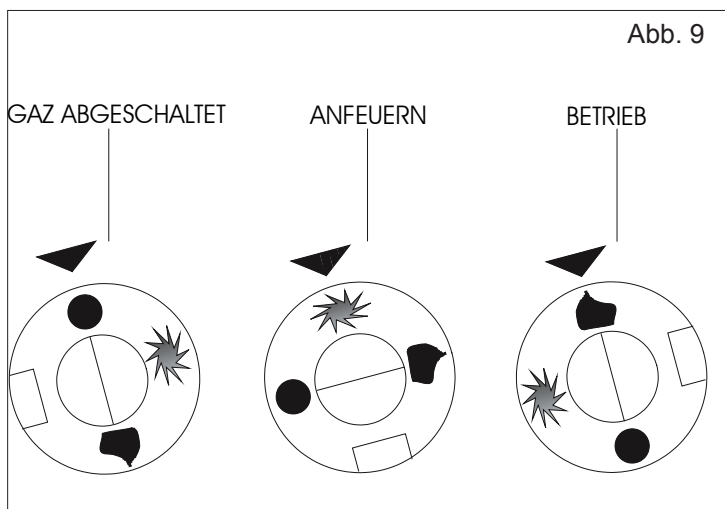

Abb. 9
#### GERÄTE MIT ELEKTRISCHEM GAS-VENTIL (ABB. 9)
- Den Drehknopf drücken (Abb. 9), auf Position "ANFEUERN" stellen und gedrückt lassen, bis sich die Leitflamme entzündet und nicht mehr ausgeht (zirka 20 Sekunden).
- Den Drehknopf (Abb.9) auf Position "BETRIEB" stellen.
- Den Drehknopf (Abb. 9) wieder auf Position "ANFEUERN" stellen.
- Den Drehknopf (Abb.9) auf Position "GANZ ABGESCHALTET" stellen und den dem Gerät vorgeschalteten Gashahn schließen.